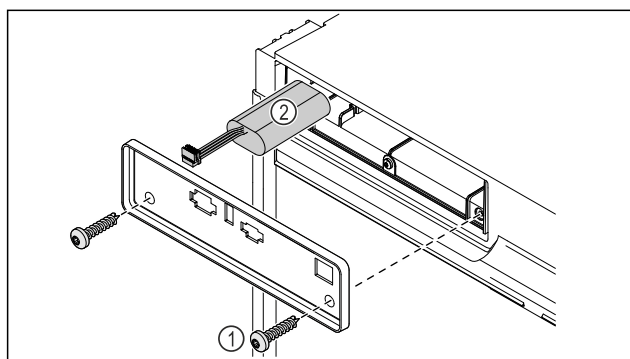

Fig. 189
- Skru ut skruene og ta av dekselet på baksiden av apparatet Fig. 189 (1).
- Koble fra og ta ut batteriet Fig. 189 (2).